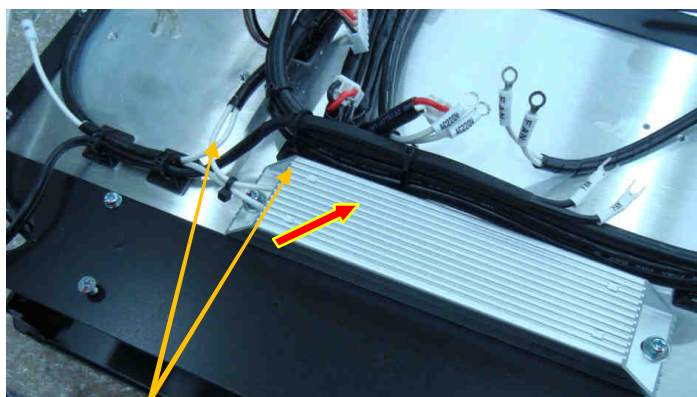

Рис. 6.26.
6.15.1. Выкрутить 2 винта крепления разрядного резистора (рис. 6.26). Снять резистор предзаряда с проводами и положить его в месте с винтами в тару.